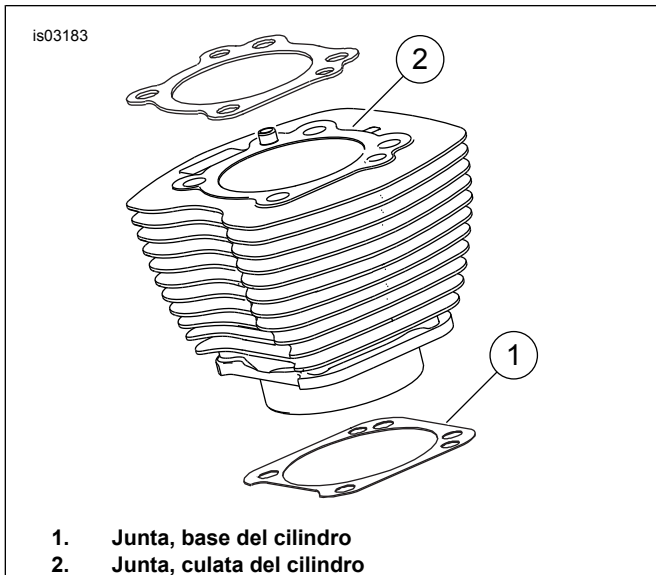

Figura 1. Juntas de los cilindros
Vea Figura 1. La junta de la base del cilindro de 103,12 mm (4,060 pulg.) (1) y la junta de la culata del cilindro (2) eliminan la necesidad de o-rings. No utilice o-rings en los pasadores de localización del cilindro ni en las lumbreras del cilindro.